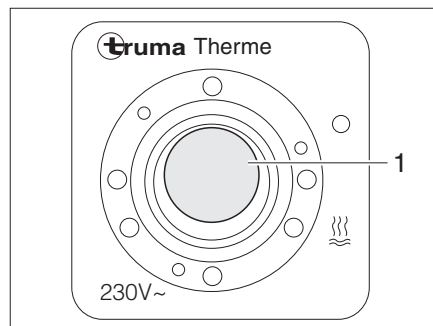

Bild 121 Brytare för varmvattenaggregat
Med brytaren (Bild 121) aktiveras eldrift. Kontrollampan (Bild 121,1) på brytaren måste lysa.
- Slå på brytaren (Bild 121). Kontrollampan (Bild 121,1) på brytaren lyser.
- Slå från brytaren (Bild 121). Kontrollampan (Bild 121,1) på brytaren slocknar.
- Slå från brytaren (Bild 121). Kontrollampen (Bild 121,1) på brytaren lyser inte.